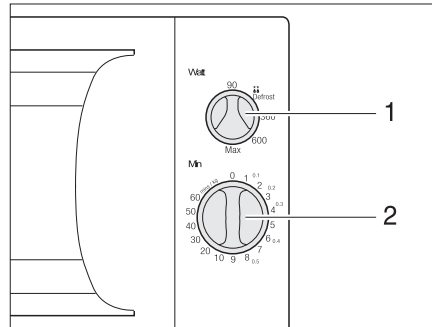

Fig. 141 Boutons de commande du four à micro-ondes
- Sélectionner la puissance sur le bouton tournant (Fig. 141,1).
- Sélectionner la durée de cuisson sur le bouton tournant (Fig. 141,2). La cuisson commence.